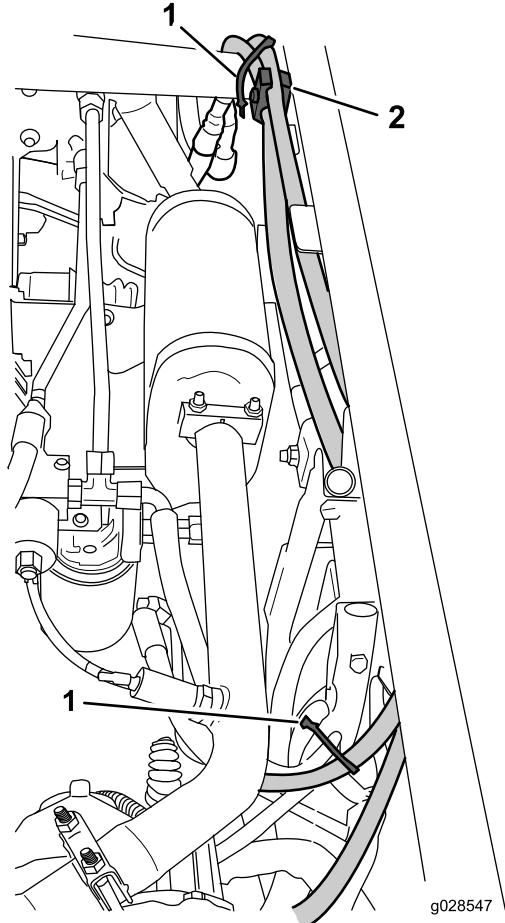

Figura 10
2. Montate un accoppiatore rapido maschio sull'estremità femmina del flessibile idraulico proveniente dalla valvola della barra di sollevamento (Figura 10).
4. Fissate i flessibili con 2 fascette per cavi, un serratubo e un bullone serrafile nei punti indicati nella Figura 10.